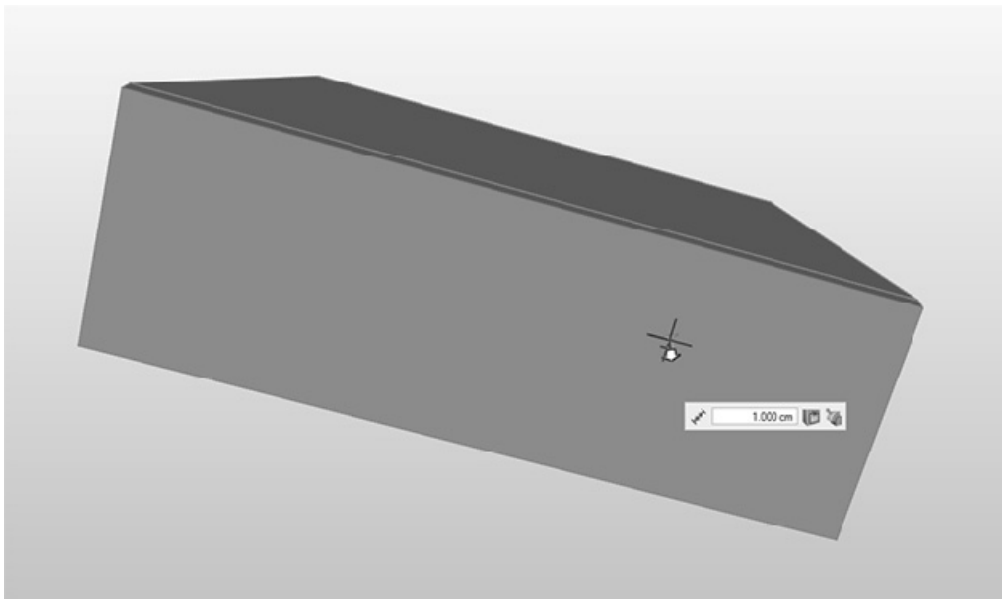

图 4-29
8) 单击并拖动鼠标左键，将该矩形拉伸成一个高为 1cm 的实体，或者在文本框中输入“1.0”并按〈Enter〉键确认即可，如图 4-29 所示。